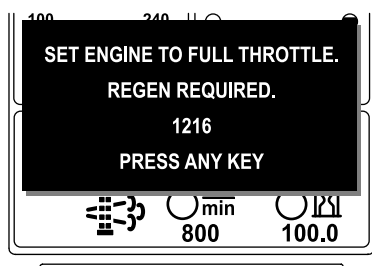

Figure 46
**Remarque:** Si la température d'échappement du moteur est trop basse, l'InfoCenter affiche ADVISORY #1216 (avis n° 186) (Figure 46) pour vous informer de régler le régime moteur à pleins gaz.